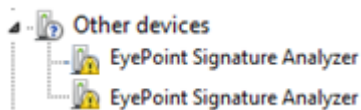

Рисунок 6. Отображение устройств в диспетчере устройств
5. После подключения устройства запустится автоматический поиск драйверов, который, завершится неудачей. Для установки драйверов найдите в «Диспетчере устройств» раздел «Другие устройства», в нем должны быть два устройства EyePoint Signature Analyser (Рисунок 6).